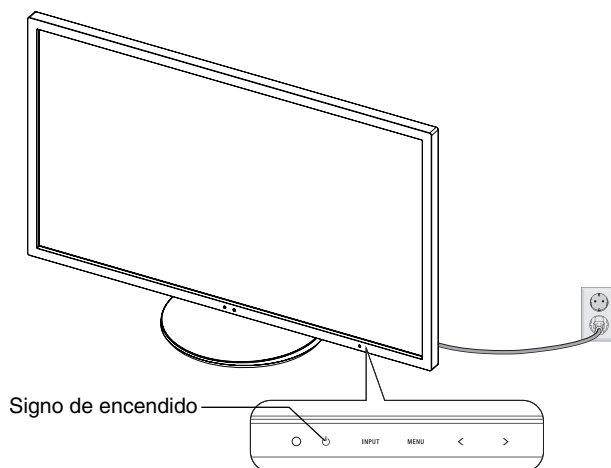

Figura E.1
8. Encienda el ordenador y el monitor pulsando la tecla de encendido situada en la parte frontal (**figura E.1**).